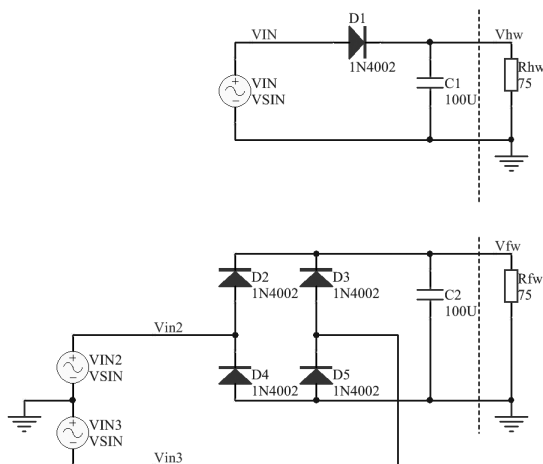

图 12-27 基本电力供应仿真电路
本例要求完成如图 12-27 所示仿真电路原理图的绘制，同时完成电路的特性分析。
(4) 添加仿真测试点。在仿真原理图中添加了仿真测试点，VIN、VIN2、VIN3 表示正弦电压信号，Vhw、Vfw 分别表示通过电阻 Rhw、Rfw 的输入信号，如图 12-27 所示。